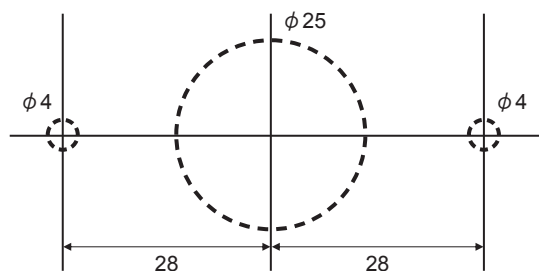

図9 サンプリングプローブ取付穴 (mm)
- (1) ダクト用CO₂濃度センサを取り付ける位置（ダクト）に『図9 サンプリングプローブ取付穴』に示す穴を開けます。